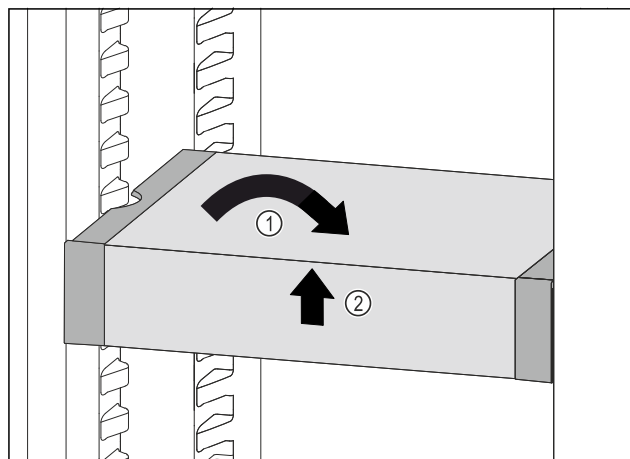

Fig. 177
- Vendosni drejt VarioSafe. Fig. 177 (1)
- Ngrini lart VarioSafe në pjesën përpara. Fig. 177 (2)